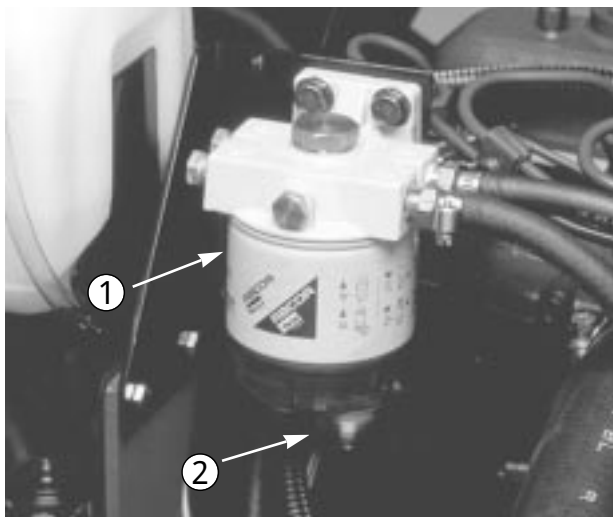

図 50
2. ベルト中央（図50：オルタネータとクランクシャフトプーリの間）を10 kgで押したときに10 mm程度のたわみがあればよい。値から外れていれば、3.以下の作業を行う。